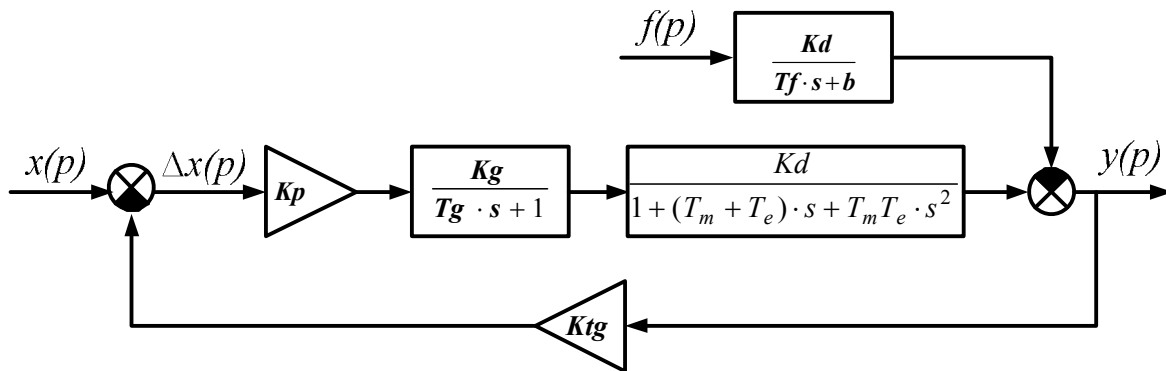

Рисунок 2.4 – Структурна схема САУ
4.10 Виконати моделювання роботи САУ (рис. 2.4).